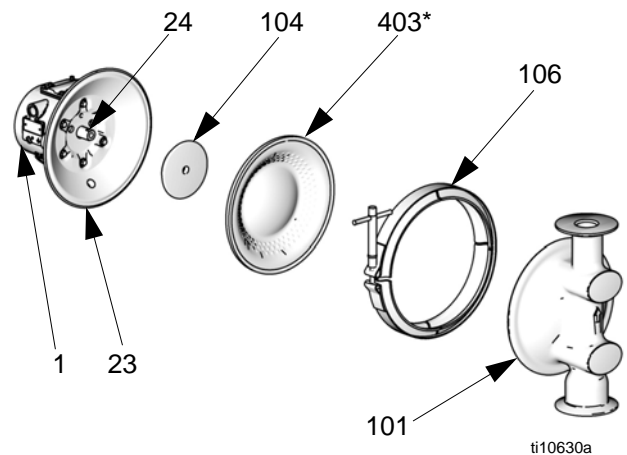

FIG. 12
3. Retire las abrazaderas (106) que sostienen las cubiertas de fluido (101) en las cubiertas de aire (23). Extraiga las cubiertas de fluido (101) de la bomba. Consulte la FIG. 12.
5. Los diafragmas se arman apretados con la mano. Para aflojarlos, agarre ambos diafragmas con seguridad del borde exterior y gire en sentido contrahorario. Un conjunto de diafragma se soltará y el otro permanecerá unido al eje. Retire el diafragma liberado (403) y la placa del lado de aire (104).
6. Extraiga el otro conjunto de diafragma y el eje del diafragma (24) de la carcasa central (1). Sostenga las caras planas del eje con una llave de boca abierta de 19 mm y retire del eje el diafragma y la placa del lado del aire.
7. Inspeccione el eje del diafragma (24) en busca de desgaste o daños. Si está dañado, inspeccione los cojinetes (19) sin extraerlos. Si los cojinetes están dañados, consulte la página 24.
8. Introduzca un extractor de juntas tóricas en la carcasa central (1) y extraiga las empaquetaduras de copa en U (402) de la carcasa. Esto puede hacerse sin retirar los cojinetes (19).